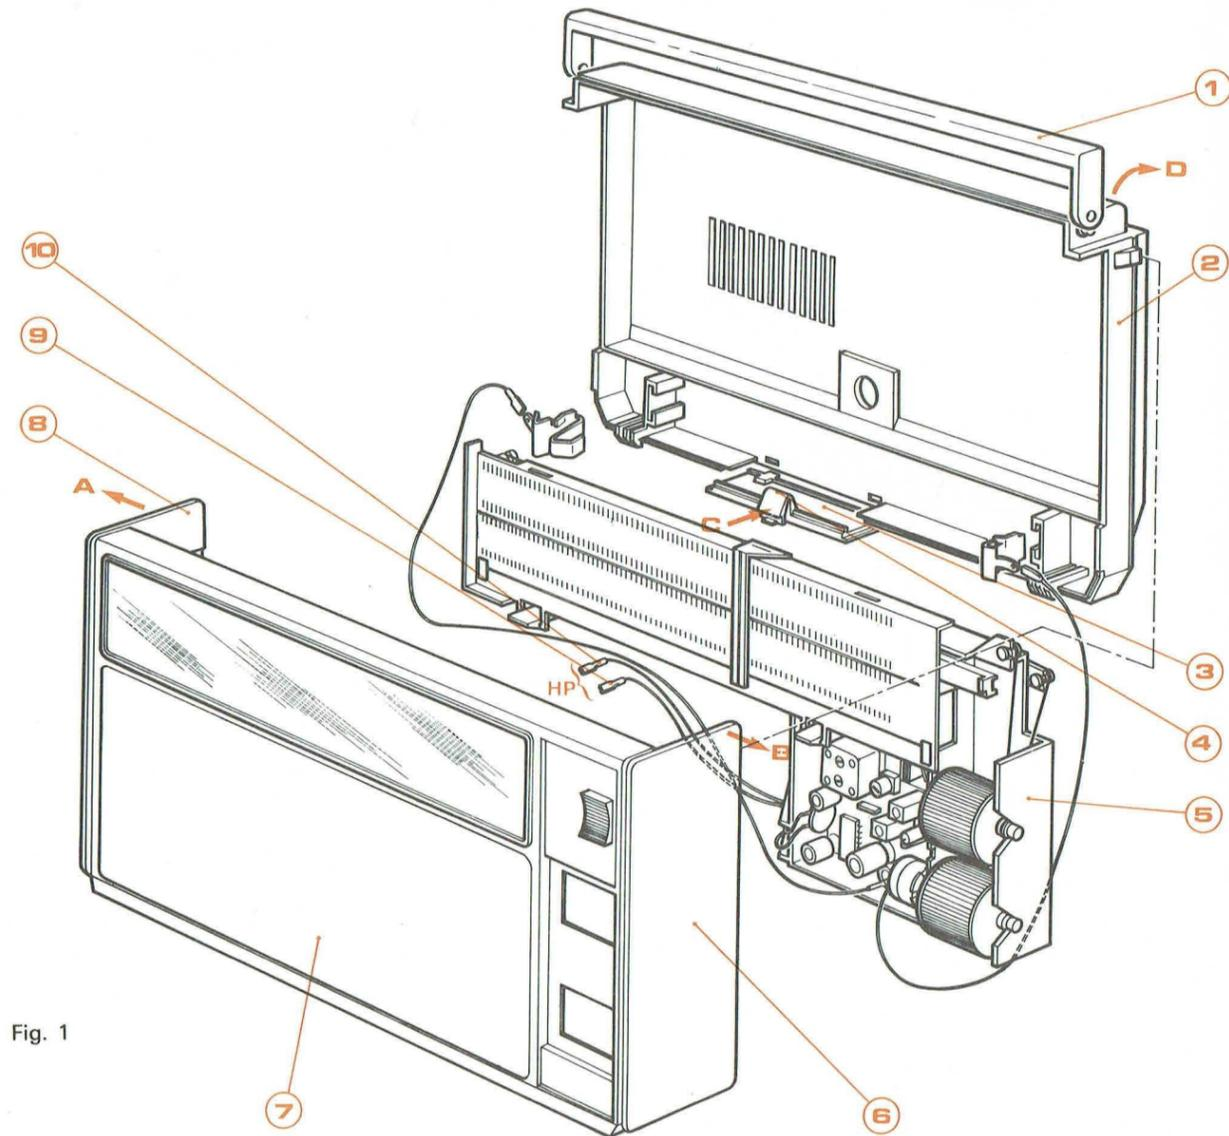

Fig. 1
- 1° - Enlever la trappe à piles (3) en appuyant sur le verrou (4) dans le sens de la flèche (C). (Fig. 1)
- 2° - Placer l'appareil debout, mettre la poignée (1) en position de transport, écarter ensuite les flasques (6) et (8) de leur position de repos, comme indiqué par le sens des flèches (A) et (B).
- 3° - Basculer dans le sens de la flèche (D) la coquille arrière (2) pour la dégager de la coquille avant (7).
- 4° - Débrancher les fils (9) et (10) du haut-parleur et retirer l'ensemble « CIRCUIT IMPRIMÉ ET SYSTÈME D'ENTRAÎNEMENT » (5) de la coquille avant (7).